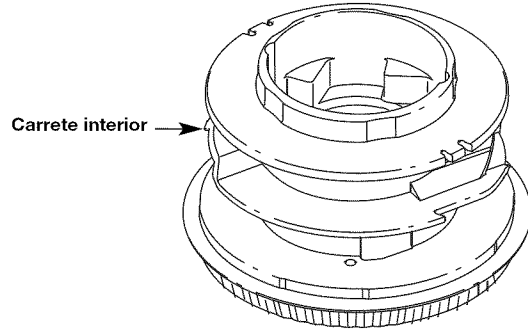

Fig. 19
4. Si va a rebobinar con una línea nueva, saque la línea existente del carrete interior antes de limpiarlo. Saque todos los residuos o pasto de la perilla, resorte, carrete interno y sello de espuma. Lave el carrete interior con agua jabonosa tibia (Fig. 19).